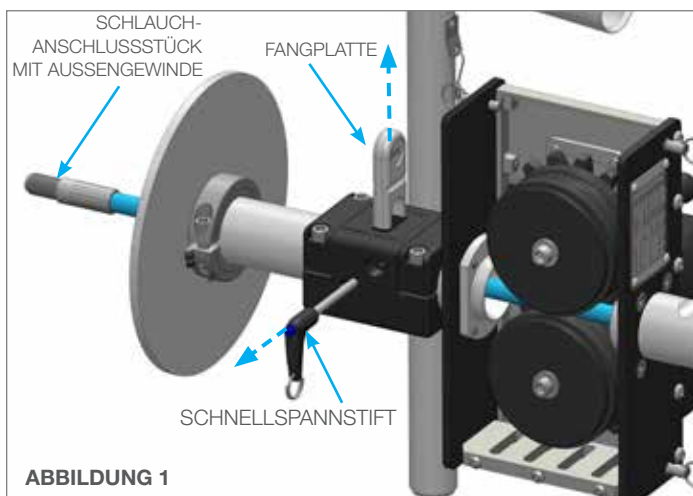
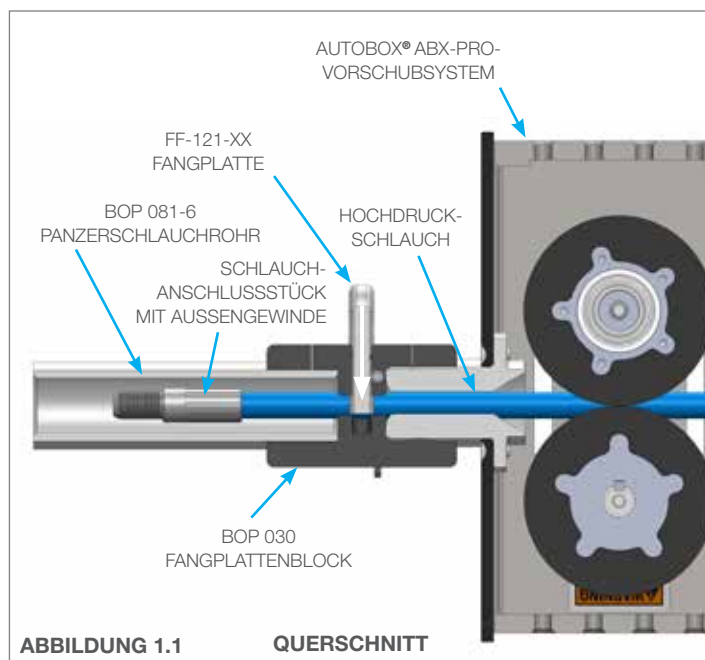

ABBILDUNG 1
ABBILDUNG 1.1
1. Schieben Sie den Positionierungsarm mit Innengewinde auf den Positionierungsarm mit Außengewinde. **(Abbildung 1)**. Fluchten Sie die Bohrungen der beiden Arme und stecken Sie den Schnellspannstift durch beide Bohrungen. **(Abbildung 1.1)**.
1. Zum Anbringen des Hochdruckschlauchs lösen Sie den verstellbaren Griff und drehen Sie den Exzenterhebel, bis sich der Anzeigestift in der Position **“Disengaged” („gelöst“)** befindet. Hierdurch entsteht ein Abstand zwischen den Rollen. (**Abbildung 1**).
1. Wenn Sie die entsprechende Fangplattengröße für den Schlauchdurchmesser ausgewählt haben, ziehen Sie den Schnellspannstift heraus und demonstrieren Sie die Fangplatte. Führen Sie das Schlauchanschlussstück mit Außengewinde durch das AUTOBOX® ABX-PRO -VORSCHUBSYSTEM, den BOP 030-Fangplattenblock und das BOP 081-6-Schlauchführungsrohr. **(Abbildung 1).** Setzen Sie die Fangplatte und den Schnellspannstift wieder ein. Ziehen Sie den Schlauch zurück, um sicherzustellen, dass das Schlauchanschlussstück mit Außengewinde nicht über die Fangplatte hinausgleitet. **(Abbildung 1.1).**
1. Öffnen Sie Rückwand des ABX-PRO-Vorschubsystems, indem Sie die beiden Schnellspannstifte nach außen ziehen. **(Abbildung 1).**
1. Wählen Sie anhand der Tabelle in dem nachstehenden Abschnitt eine andere Größe oder einen Satz neuer Poly-Rollen aus. Schieben Sie die Poly-Rollen auf die Naben. Befestigen Sie anschließend die Nabenausßenplatten und die Rollenunterlegscheiben mit den beiden 5/16"-Inbusschrauben an den Zahnrädern. **(Abbildung 1).**